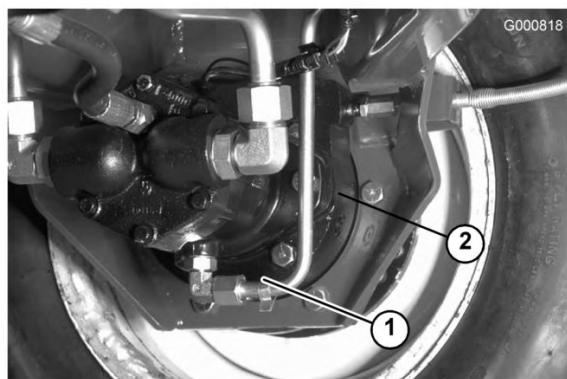

図 64
2. プラネタリ・ギアについているプラグ (図 63) と、ブレーキの裏側についているプラグ (図 64) を外す。